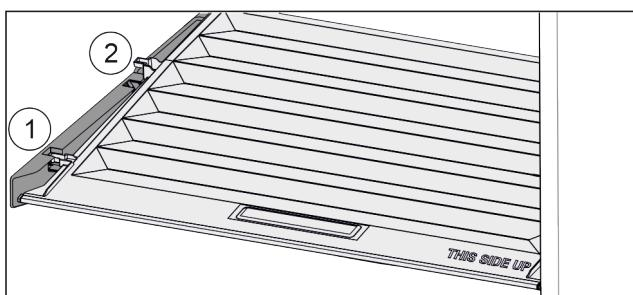

Fig. 150
- Кришку до отвору в деталях для підтримки потягнути вперед Fig. 150 (1).
- Підняти ззаду знизу та вийняти Fig. 150 (2) вгору.